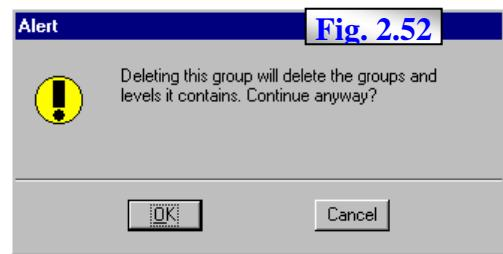

Fig. 2.52
- în caz contrar, va apărea fereastra **Alert**, fig. 2.52, prin care se avertizează asupra ștergerii asocierilor la grupul propus pentru ștergere și se cere confirmare de ștergere prin butonul **OK** sau abandonarea operației pe butonul **Cancel**.